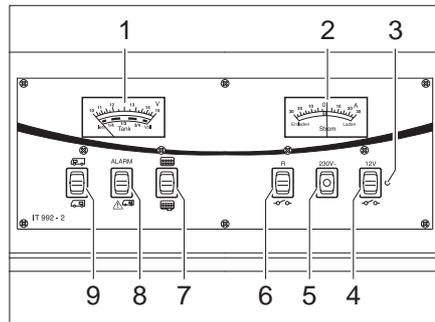

Fig. 169 Panneau de contrôle IT 992
Observer sur l'indicateur de charge/de niveau de réservoir (Fig. 169,1), la graduation supérieure. L'indicateur s'éclaire automatiquement dès qu'un commutateur est actionné.
- Commutateur à bascule (Fig. 169,9) vers le haut "☰" : La tension de la batterie de démarrage est affichée.
- Pousser le commutateur à bascule (Fig. 169,9) vers le bas "☷" : La tension de la batterie de cellule est affichée.
Observer sur l'indicateur de charge/de niveau de réservoir (Fig. 169,1) la graduation inférieure. L'indicateur s'éclaire automatiquement dès qu'un commutateur est actionné.
- Commutateur à bascule (Fig. 169,7) vers le haut  : Le niveau du réservoir d'eau est affiché.
- Pousser le commutateur à bascule (Fig. 169,7) vers le bas  : Le niveau du réservoir d'eaux usées est affiché.
Le voyant d'alerte rouge ALARME (Fig. 169,8) clignote dès que la charge de la batterie de cellule descend en dessous de 11 V (mesurée en marche) et qu'il y a risque de décharge profonde des batteries.
L'indicateur de courant (Fig. 169,2) affiche en permanence le courant de batterie circulant momentanément. L'indicateur s'éclaire automatiquement dès qu'un commutateur est actionné.
L'interrupteur principal 12 V (Fig. 169,4) établit ou coupe le panneau de contrôle et l'alimentation 12 V de la cellule.
Mise en service : ■ Commutateur à bascule (Fig. 169,4) vers le haut "  " : L'alimentation 12 V de la cellule est assurée. Le voyant de contrôle (Fig. 169,3) s'allume en vert.
Mise hors service : ■ Pousser le commutateur à bascule (Fig. 169,4) vers le bas "  " : L'alimentation 12 V de la cellule est coupée. Le voyant de contrôle (Fig. 169,3) s'éteint.
Le voyant de contrôle 12 V (Fig. 169,3) s'allume dès que l'interrupteur principal 12 V (Fig. 169,4) est enclenché.
Le voyant de contrôle 230 V jaune (Fig. 169,5) s'allume lorsque la tension de réseau est présente à l'entrée du bloc électrique.
Mise en service : ■ Pousser le commutateur à bascule (Fig. 169,6) vers le haut : Selon le modèle, la pompe de circulation, la pompe à eau sous pression ou le chauffage électrique pour le réservoir d'eaux usées sont mis en service.
Mise hors service : ■ Pousser le commutateur à bascule (Fig. 169,6) vers le bas "  " : Le circuit électrique est désactivé.